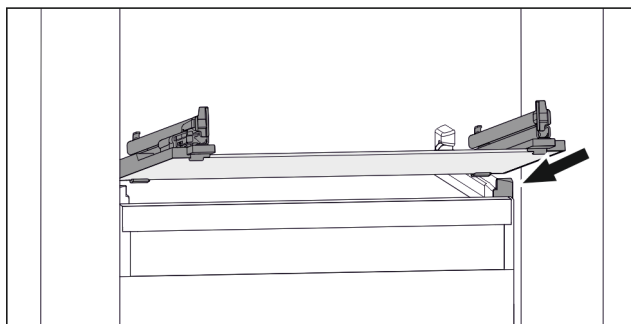

Fig. 74 Příklad znázornění skleněné desky
- ▶ Nasadte skleněnou desku šikmo za zářezky. (viz Fig. 74)